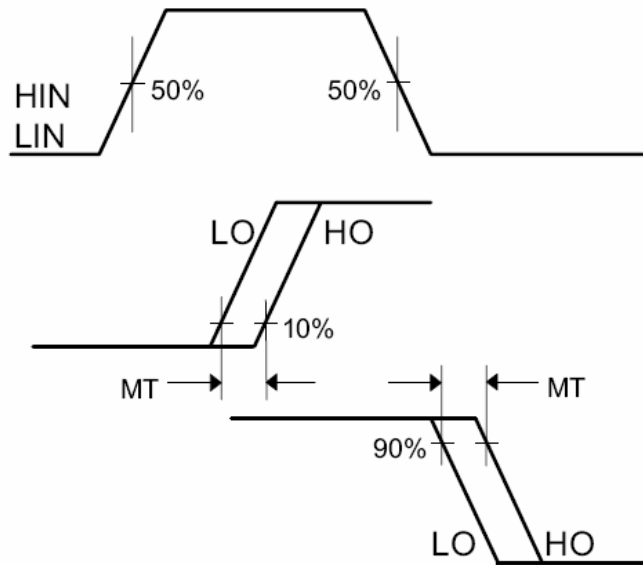

Fig .2 : 延迟匹配波形定义
- dV_s/dt – V_S 引脚所能改变的电压，最大值为 50 V/ns。数据表图 2 提供了 dV_s/dt 於测试中的能力。如此高的电压变化率容许值使得 IC 更坚固，并在诸如马达驱动及开关电源等高要求的应用上使器件能够有卓越的表现。